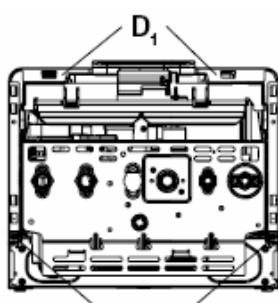
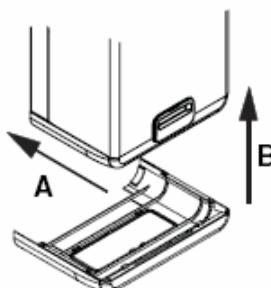
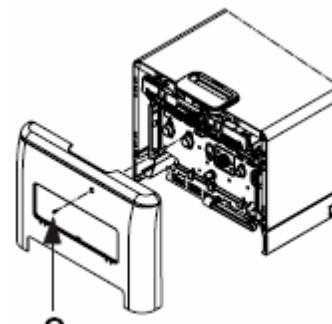

Рис. 10
Рис. 11
Рис. 12
После того как котел будет установлен, винты **D₁** (рис. 10) можно снять. После завершения работ по установке котла и подключению его к газопроводу и к системам отопления и ГВС, установите крышку, закрывающую отсек со штуцерами (**A-B**, рис. 11) таким образом, чтобы защелки этой крышки прочно встали в специальных прорезях в нижней части котла. Закрепите крышку винтом **C** (рис. 12), который находится в пакете с документацией к котлу.
- отвинтите винт крепления крышки, закрывающей штуцеры (C, рис. 12)